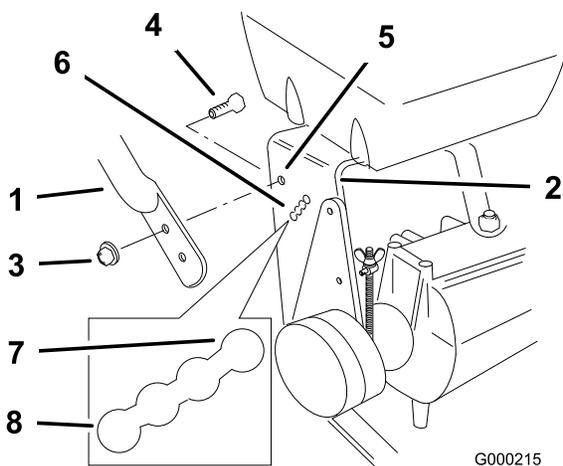

Figura 16
2. Allentate il bullone flangiato (3/8 x 1 poll.) e il dado flangiato superiori che assicurano la stegola al telaio posteriore (Figura 16).
3. Allentate il bullone flangiato (3/8 x 1 poll.) e il dado flangiato superiori che assicurano la stegola al telaio posteriore (Figura 16).